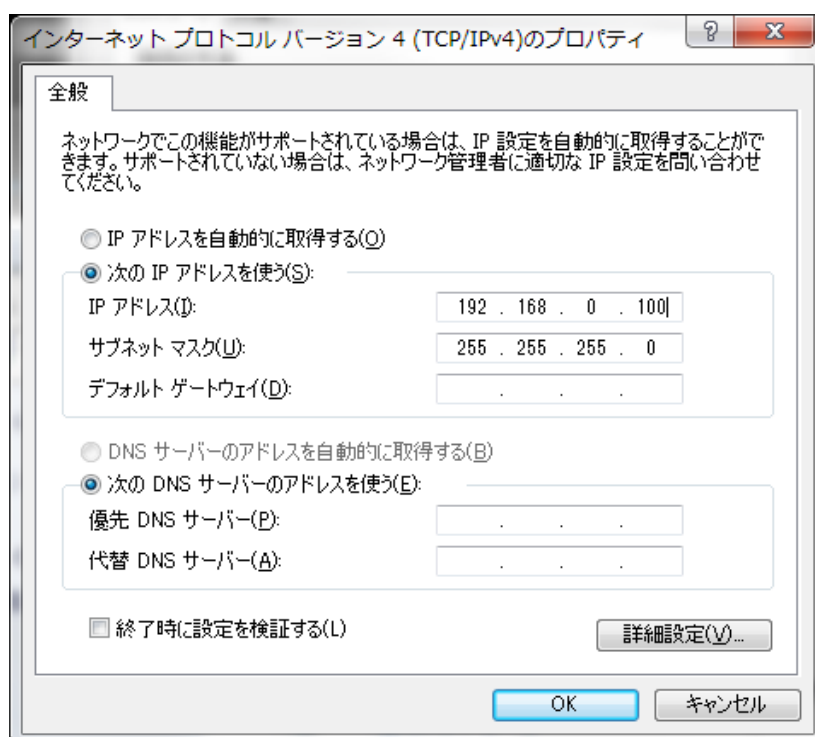

図 9.1-5 IP アドレス設定画面
5. 図 9.1-5 の IP アドレスの設定画面から、「次の IP アドレスを使う(S)」をクリックし、IP アドレスを入力します。